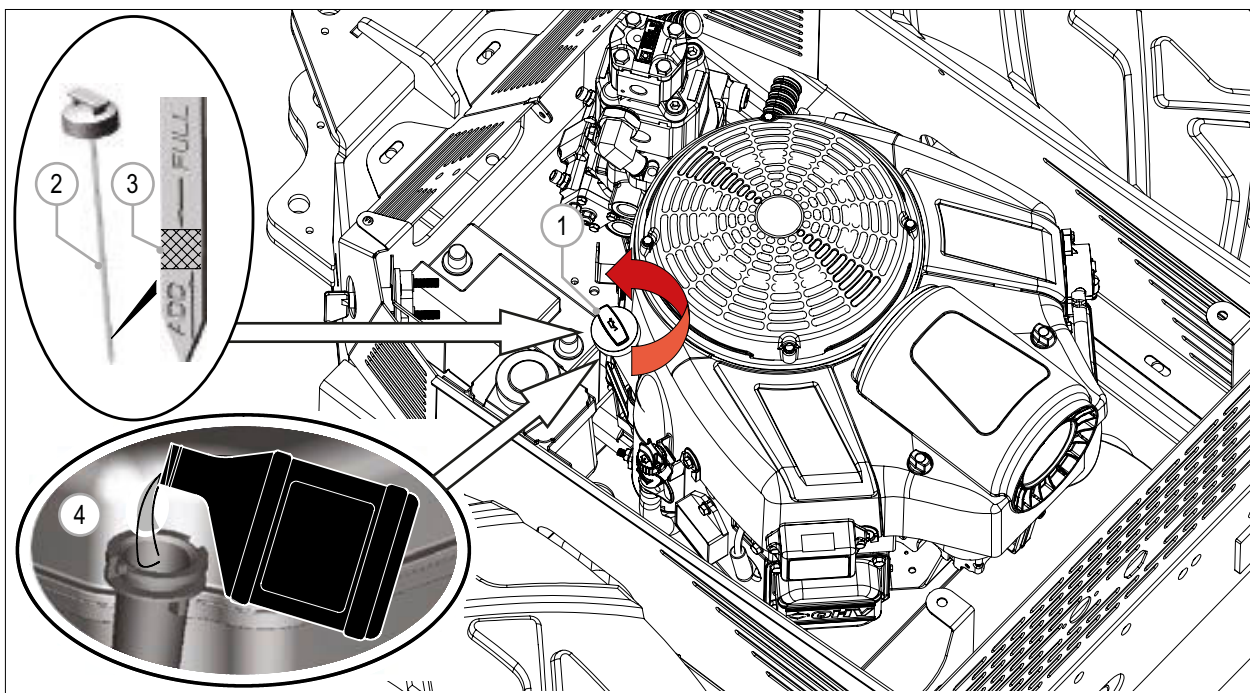

FIG. 38
- 4) Åbn dækslet til oliefilter (FIG. 38 - Ref. 1)
- 5) Træk oliepinden ud (FIG. 38 - Ref. 3) og se efter markeringerne for fyldt og påfyld mere (FIG. 38 - Ref. 2). Den korrekte oliestand er mellem de to markering.
- Åbn dækslet til motorolie (FIG. 38 - Ref. 4);